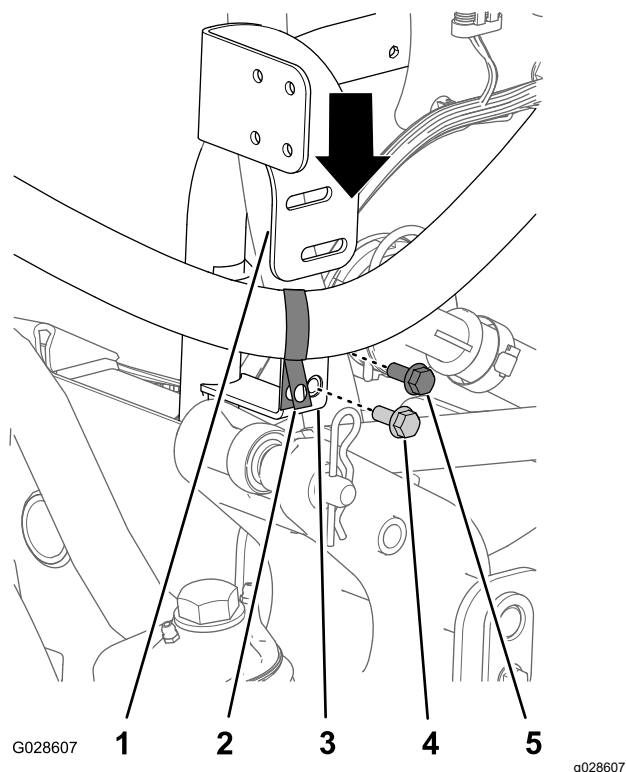

图 21
1. 从安装管道的支架上拆下将用于支撑软管的 R 形夹固定到搅拌节流阀的螺栓 图 21
2. 将清洁加药器阀支架在 R 形夹和软管与安装管道支架之间对齐 图 21。
3. 将清洁加药器阀支架中的孔与安装管道支架中的孔对齐 图 21。
4. 在支架的下孔处使用凸缘头螺栓 5/16 x ¾ 英寸将清洁加药器阀支架与安装管道支架 图 21 中的孔组装在一起。
5. 在支架的上孔处使用您在 1 中拆下的螺栓将 R 形夹和清洁加药器阀支架组装到安装管道支架上 图 21。